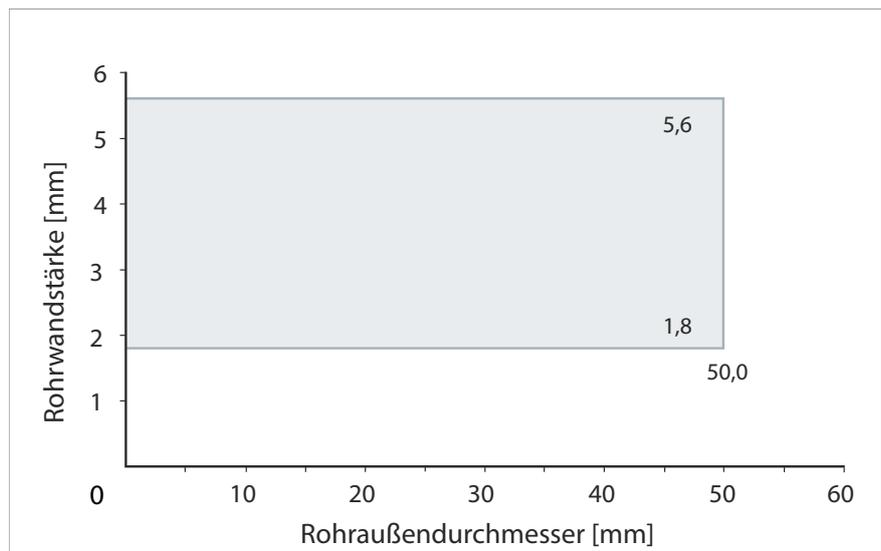

Abb. 6: Rohrabmessungen brennbare Rohre aus PVC-U und PVC-C
- Zulässig sind Rohre aus weichmacherfreiem Polyvinylchlorid (PVC-U) gemäß EN 1329-1, EN 1453-1, EN 1452-1 sowie DIN 8061/8062 und Rohre aus chloriertem Polyvinylchlorid (PVC-C) gemäß EN 1566-1 bis zu einem Außendurchmesser von 50 mm. Die zulässigen Nennrohrwandstärken gemäß Abb. 6 sind zu beachten.